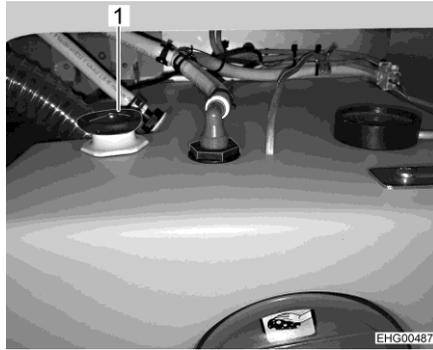

Fig. 60 Serbatoio dell'acqua con maniglia girevole
- Sul serbatoio dell'acqua ruotare la maniglia girevole (Fig. 60,1) in senso antiorario, oltre la resistenza verso l'esterno fino all'arresto, per aprire completamente l'apertura di scarico.